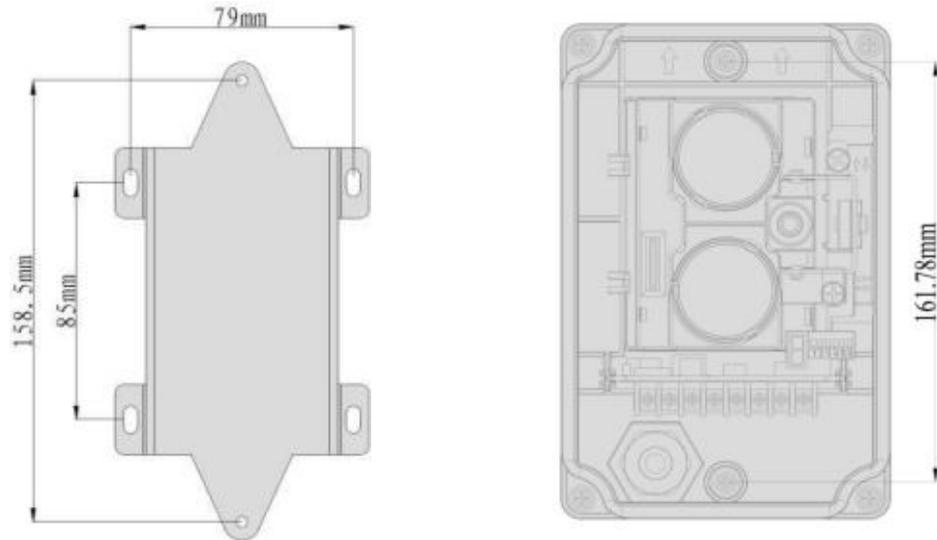

Рисунок 4: МонтаЖКронштейнФигура 5: Детектор луча
3. Закрепите монтажный кронштейн на стене с помощью четырех винтов ST4x30. См. рисунок 4.